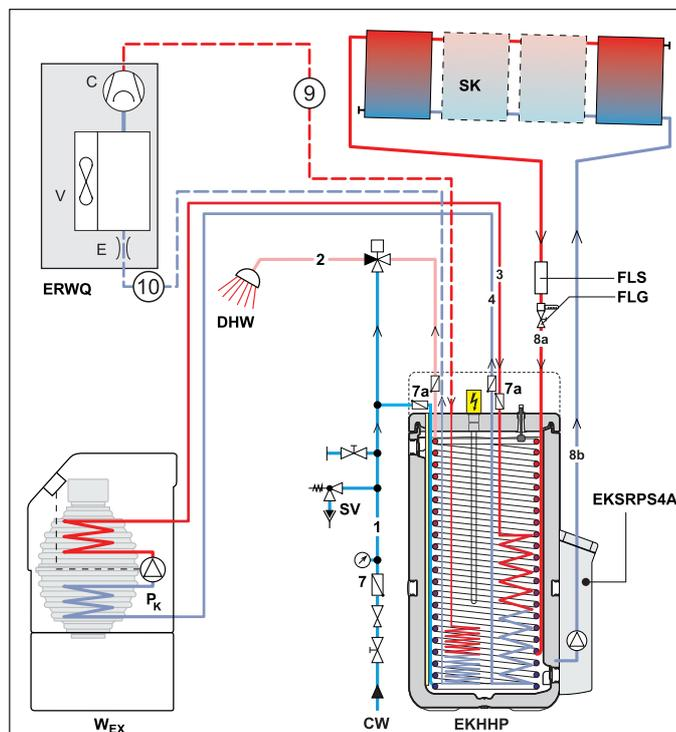

Fig. 4-5 Raccord hydraulique - légende voir tab. 4-2 (exemple EKHHP500A*2V3 avec système solaire et chauffage d'appoint en option)
- Réalisez les connexions hydrauliques sur le DAIKIN EKHHP (voir fig. 4-5).
Tab. 4-2 Légende relative à fig. 4-5
- Exécuter le raccord hydraulique du système selon l'fig. 4-5.